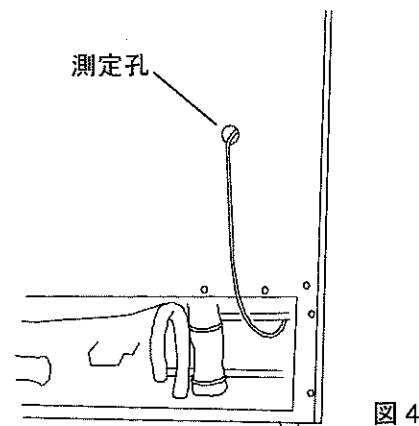

図 4
6. 自記温度記録計感温部を測定孔より庫内に通してください。(図 4)